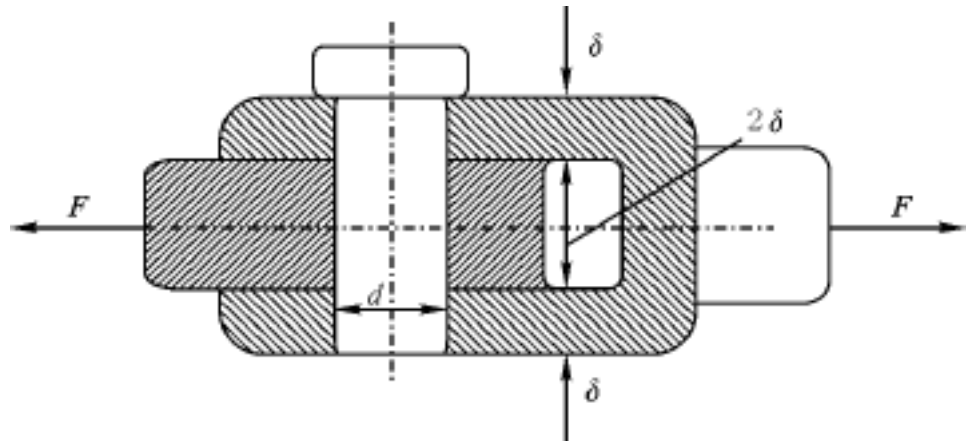

图 3.7
1. 如图 3.7 所示销轴连接,已知 $F = 18 \text{ kN}$, $\delta = 8 \text{ mm}$,销轴材料的许用切应力 $[\tau] = 60 \text{ MPa}$,许用挤压应力 $[\sigma_{bs}] = 200 \text{ MPa}$ 。试设计销轴的直径 d 。